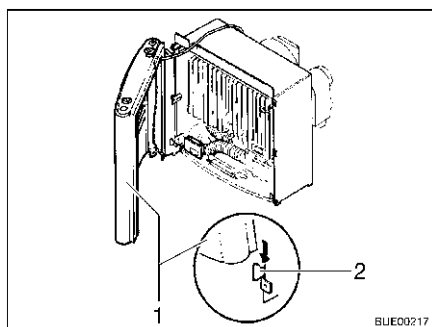

Fig. 86 Copertura del riscaldamento, passanti di sostegno
- Montare la copertura del riscaldamento. Collocare la copertura (Fig. 86,1) sui passanti di sostegno inferiori (Fig. 86,2).